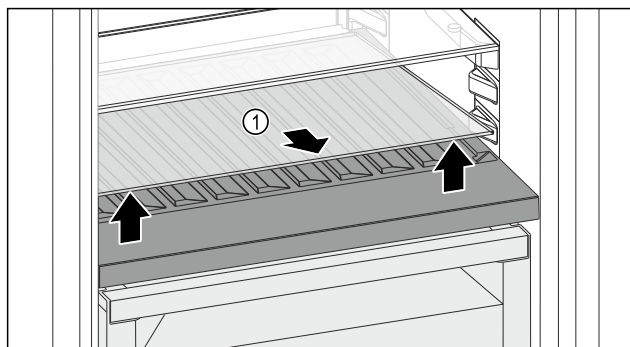

Fig. 226
- Ngrini lart përpara pllakën e xhamit Fig. 226 (1) te foleja dhe tërhiqeni jashtë.
- Ruani të sigurt pllakën e xhamit Fig. 226 (1) jashtë pajisjes.
- Vendoseni pllakën e xhamit (2) nën raftin mbajtës të ndryshueshëm të shisheve.